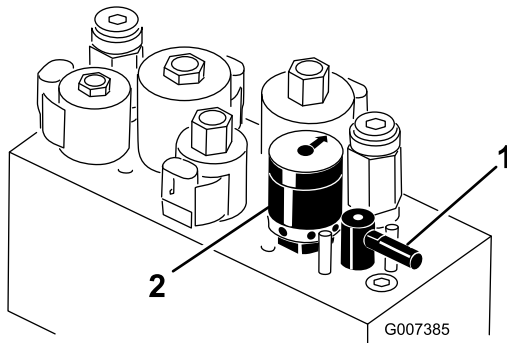

Figura 56
4. Gire la palanca de autoafilado a la posición "R" (Figura 56).
5. Gire el control de velocidad del molinete a la posición 1 (Figura 56).